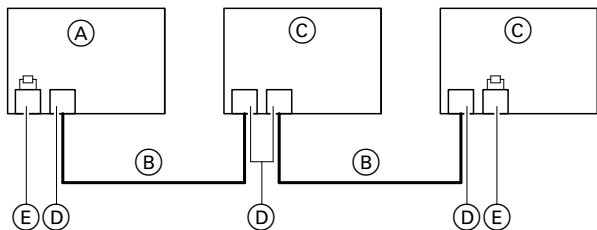

Abb. 49
- Der Viessmann CAN-BUS ist für die BUS-Topologie „Linie“ mit beidseitigem Abschlusswiderstand (Terminierung) ausgelegt: Siehe Abb. 49.